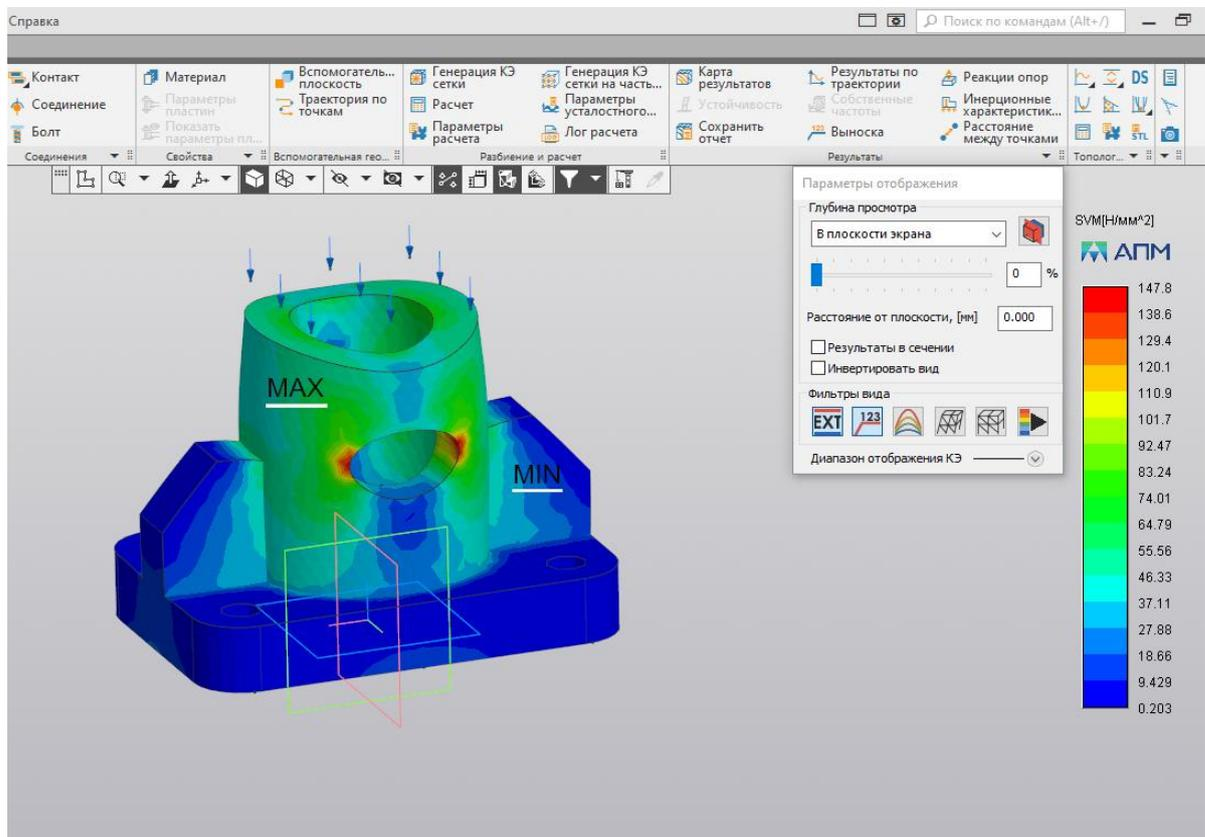

Рис. 174
10. Получаем цветную карту распределения напряжений и делаем её скриншот (рис. 174).